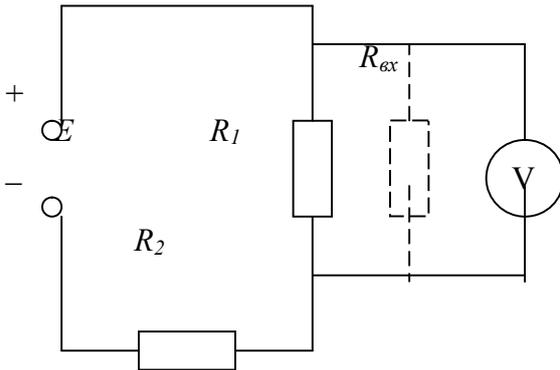

Рис. 3 Измерение напряжения на участке электрической цепи.
**Задача 4.** Для измерения напряжения на резисторе  $R_1 = 1$  кОм (см. рис.3) включен вольтметр класса точности  $K_{П}$  с конечным значением шкалы  $U_{ном}$  и  $R_{ex} = 5$ кОм показания